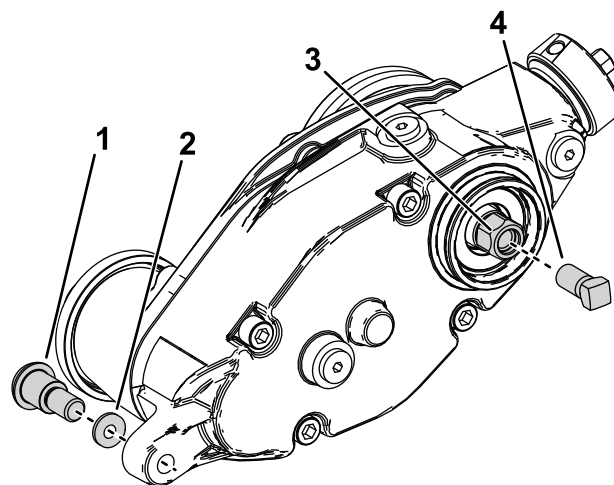

図 29
3. グルーマを駆動ボックスをアジャスタアームに接続しているショルダボルトと硬化ワッシャを外す 図 29。
5. 図 29 のように、補強ねじ P/N 1-803022 別売をグルーマ駆動六角ヘッドのねじ溝に取り付けて 13.5 Nm $1.4 \text{ kg}\cdot\text{m} = 120 \text{ in}\cdot\text{lb}$ にトルク締めする。
6. グルーマ駆動六角ヘッドを回して、リールからグルーマ駆動ボックスを外す 図 29。